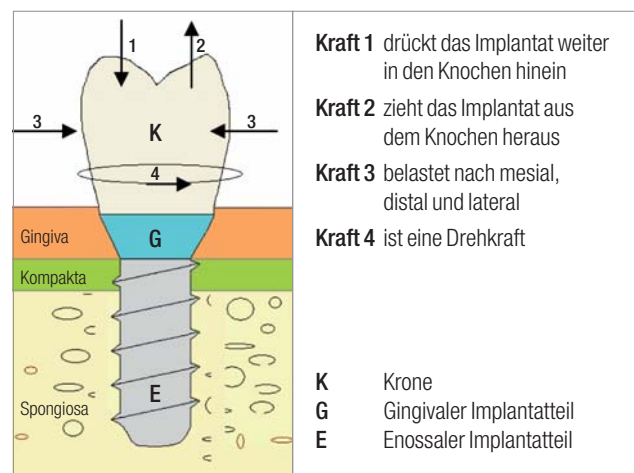

Abb. 1: Einfluss verschiedener Kräfte auf das inserierte Implantat und die Krone.
■ Heutzutage gilt es in der Implantologie als ganz besonders wichtig, eine hohe Primärstabilität zu erzielen. Schraubenimplantate scheinen hierbei den Vorteil zu haben, dass sie sich durch ihr Gewinde sofort im Knochen „festsetzen“. Mit dieser sogenannten Primärstabilität soll die Immobilität des Implantates in horizontaler und vertikaler Richtung erreicht werden. Darüber hinaus muss eine Drehbarkeit (Abb. 1, Kraft 4) verhindert werden. Die Immobilität ist zweifelsfrei die Voraussetzung dafür, dass es zur Osseointegration, also zum festen Verbund von Knochen und Implantat, kommen kann.
Was aber ist Primärstabilität und was heißt „fest“? Welche quantitativen Aussagen gibt es zur Stabilität? Die Resonanzfrequenzanalyse (RFA) ist eine anerkannte Methode zur quantitativen Dokumentation der Stabilität eines einzelnen Implantates in lateraler Richtung (Abb. 1, Kraft 3). Bei RFA-Untersuchungen an der Charité Berlin (A. Rabel, Schmidt-Westhausen et al.) wurden Messwerte bei der Insertion und nach dem Ausbetten ermittelt. Über die Stabilität in der Zwischenzeit macht die Studie allerdings keine Aussage. Nach S. Raghavendra et al. treten aber die meisten Implantatausfälle in der kritischen frühen Einheilphase zwischen der zweiten und vierten Woche auf.¹ Hier ergibt sich eine „Stabilitätslücke“ durch ein Nachlassen der Primärstabilität einerseits und dem Anstieg der durch den Einheilungsprozess beginnenden „Sekundärstabilität“. Messungen der Stabilität des Einzelimplantates während der Einheilzeit sind nur bei offener Einheilung möglich. In einem derartigen Fall muss bei rotationssymmetrischen Schraubenimplantaten eine Verblockung mehrerer Zähne bzw. Implantate erfolgen. Dadurch ist eine relevante Messung des Einzelimplantates nicht mehr möglich. Bezüglich der Ausdrehmomente (Abb. 1, Kraft 4) ist eine Messung während der Einheilphase im Tierversuch möglich. Nach Ferguson et al. sind die Ausdrehmomente der untersuchten Schraubenimplantate nach acht Wochen geringer als nach zwei Wochen.² Daraus folgt, dass die sogenannte „Remodeling-Phase“ noch nicht abgeschlossen ist und die Osseointegration erst danach erfolgen wird.
Es liegt nahe, dass ein schraubenförmiges Implantat bezüglich der Kräfte 1 bis 3 (Abb. 1) eine zuverlässige Primärstabilität bewirkt. Bezüglich der Drehkraft (Abb. 1, Kraft 4) kann die Schraubenform als solche aber keinerlei Garantie für eine Drehstabilität gewähren. Hierfür ist die Haftreibung zwischen Knochen und Implantat entscheidend. Nach dem Reibungsgesetz⁴ gilt:
zient wird bestimmt durch die Oberflächenbeschaffenheit des Implantates und des angrenzenden Knochens. Dabei spielen die jeweiligen Oberflächenenergien die entscheidende Rolle. Während bei der Titanoberfläche keine Veränderung der Oberflächenenergie zu erwarten ist – sieht man von evtl. Abhebungen von Ti-Nano-Partikeln beim Eindrehen ab –, ergeben sich am angrenzenden Knochen im Laufe der Zeit deutliche Veränderungen. Man bedenke hierbei, dass zum Zeitpunkt der Insertion oder der „Remodeling-Phase“ noch keine Osseointegration stattgefunden hat. Die einzige Möglichkeit zur Erhöhung der Haftreibung zum Zeitpunkt der Insertion besteht darin, ein entsprechend hohes Eindrehmoment zu wählen. In der Folge kommt es zur sogenannten Knochenverdichtung. Das Implantat wird dann bezüglich der Kräfte 1 bis 4 (Abb. 1) primär stabil.